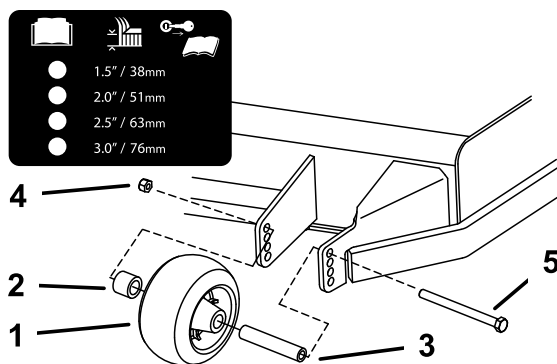

Рисунок 36
3. Отрегулируйте защитные валики, как показано на Рисунок 36.